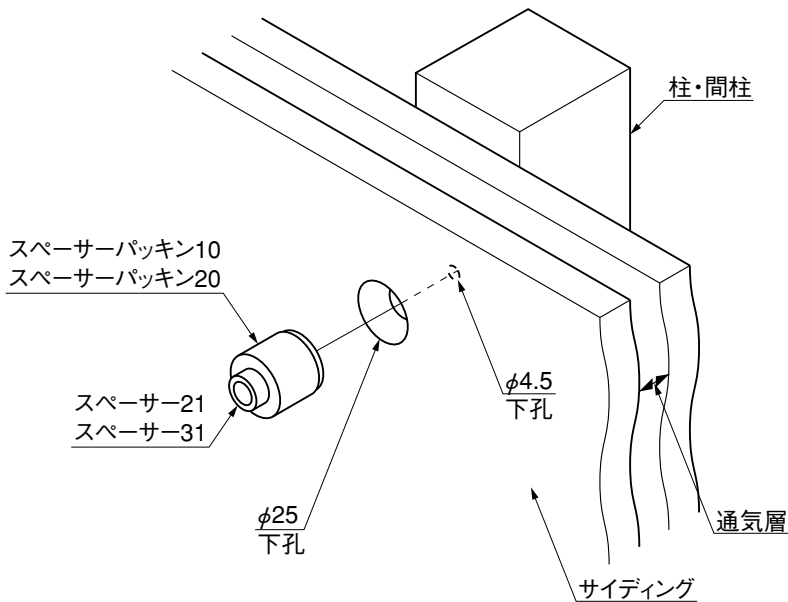

図1-5
- ③ スペーサー21または31にスペーサーパッキンを取付け、サイディングにあけた下孔に差込んでください。（図1-5参照）